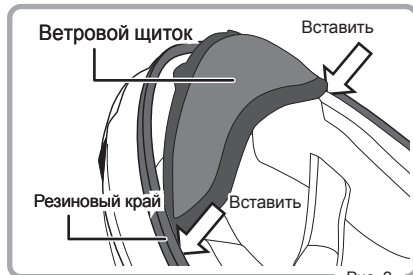

Рис. 2
2. Вставьте прокладочный материал обеих сторон ветрового щитка между передней частью подщечной надставки и резиновым краем. (Рис. 2)